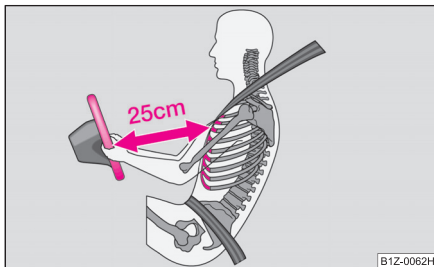

Fig. 112 Distanța sigură față de volan
- Între conducător și volan trebuie să existe o distanță de cel puțin 25 cm ⇒ fig. 112. Dacă nu se respectă această distanță, sistemul airbag nu își poate exercita eficiența maximă – Pericol!